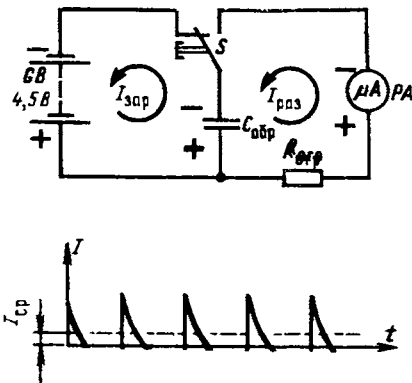

Рис. 287. Опыт, иллюстрирующий принцип работы конденсаторного частотомера
Чтобы разобраться в этом вопросе, проведи такой опыт. Соедини по схеме на рис. 287 батарею 3336Л (GB), бумажный образцовый конденсатор $C_{обр}$ емкостью 0,5–1 мкФ, микроамперметр РА на ток 100–300 мкА, например микроамперметр комбинированного измерительного прибора или транзисторного вольтметра, и кнопочный переключатель S типа КМ1-1. Последовательно с микроамперметром включи ограничительный резистор $R_{огр}$, сопротивление
Кнопочный переключатель S подключи так, чтобы его контакты находились в положении, показанном на схеме. При этом конденсатор мгновенно зарядится до напряжения батареи. Нажми кнопку, чтобы заряженный конденсатор переключить на микроамперметр. Стрелка прибора отклонится вправо, фиксируя ток разрядки конденсатора и тут же вернется на нулевую отметку. Постарайся ритмично и возможно чаще нажимать и отпускать кнопку переключателя. С такой же частотой конденсатор будет заряжаться от батареи и разряжаться через прибор. Чем больше частота этих переключений, тем меньше будет колебаться стрелка прибора, показывая среднее значение тока через него (на графике в нижней части рис. 287 среднее значение тока I_{cp}). При том же образцовом конденсаторе с повышением частоты переключений прибор будет фиксировать все возрастающий ток. Таким образом, по отклонению стрелки можно судить о частоте импульсов тока, подаваемых на прибор.